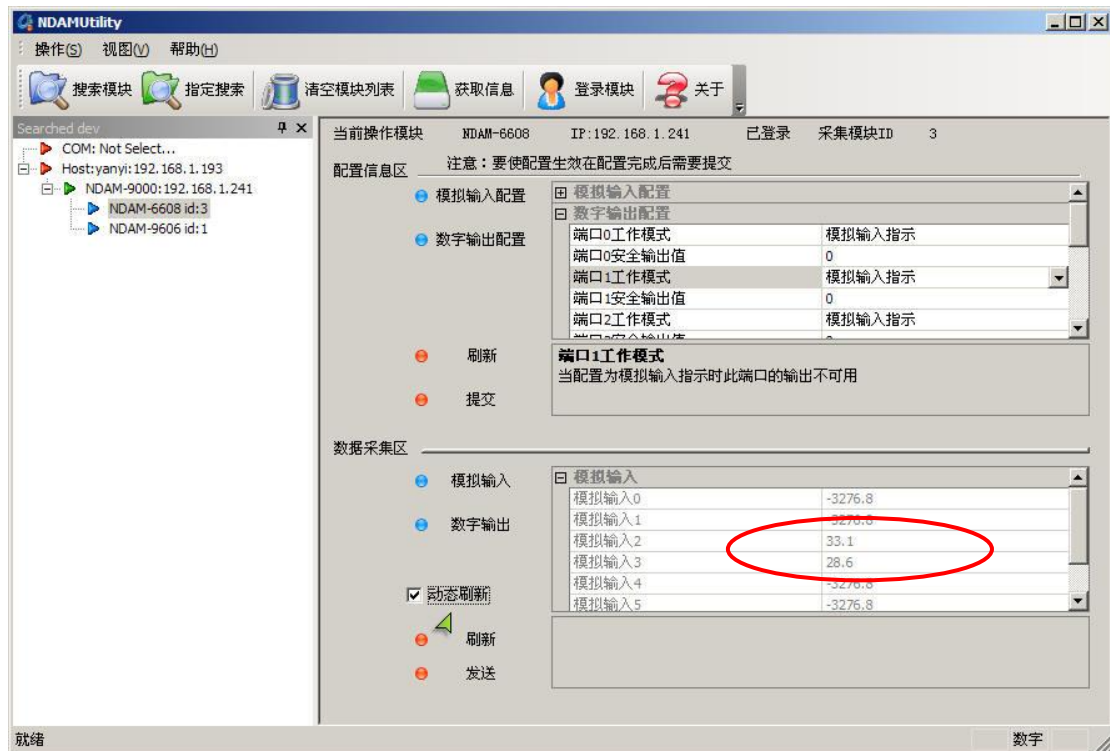

图 4.8 测量结果显示
- 7) 在测试软件的数据采集区，可以读出各个端口通道的当前状态，可以将“动态刷新”前的复选框选中，如图 4.8 所示进行数据动态刷新（刷新时间间隔 1 秒）来监测所有端口的当前测量结果。